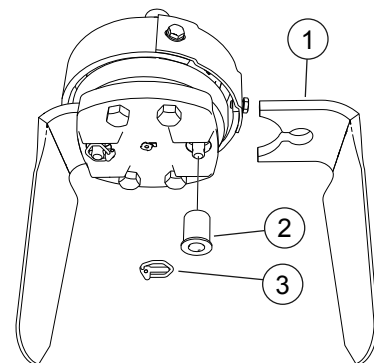

Abb. 36
- Den Splint entfernen (3, „Abb. 36“).
- Die Buchse (2) herausnehmen.
- Das Werkzeug (1) herausnehmen.